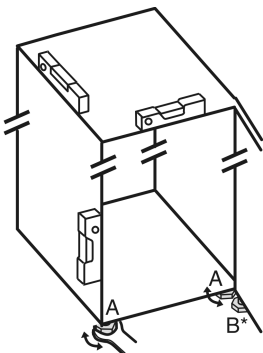

Fig. 46
- ▶ Nóżki Fig. 46 (A) wykręcić przy pomocy dołączonego klucza płaskiego oraz wyrównać przy pomocy poziomicy, aż urządzenie będzie ustawione stabilnie i równo.
- ▶ Nóżkę Fig. 46 (B) wykręcić z dolnej płytki zawiasu przy pomocy dołączonego klucza płaskiego, aż będzie przylegać do podłoża.
- ▶ Nóżkę Fig. 46 (B) obrócić o 90°.